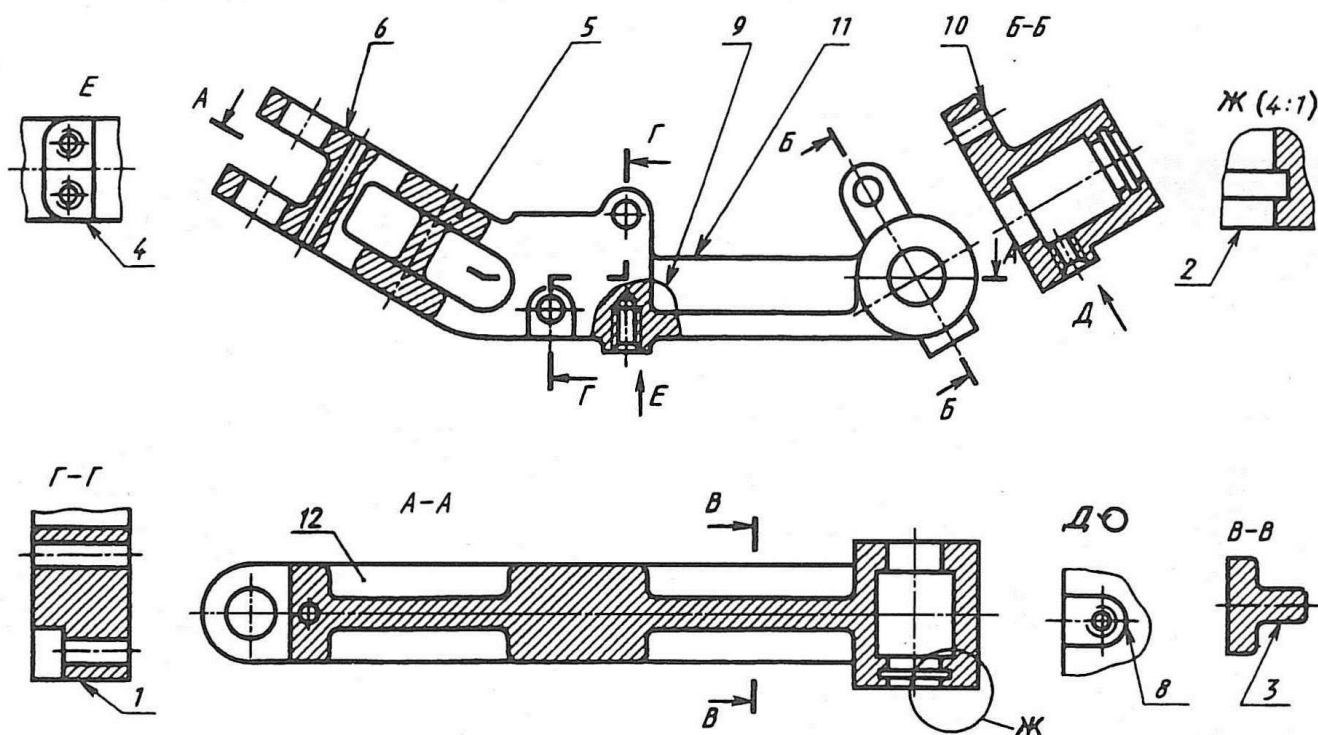

Рисунок 2.3 – задание к теме 1.
**Задание к теме 1.** На чертеже детали (рисунок 2.3.) имеется 12 позиций, указывающих изображения. Прочитайте чертеж и занесите номера позиций, соответствующие разрезу, сечению или виду в таблицу.